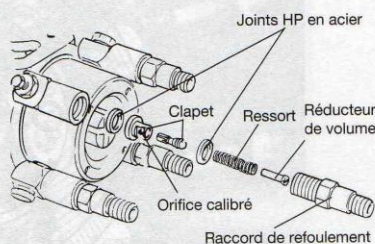

Figure 41.2. Montage du raccord de refoulement (modèle avec clapets à réaspiration)
- une *soupape* à réaspiration « percée », employée lorsque le rotor distributeur comporte une « rainure d'égalisation des débits » (fig. 41.2).